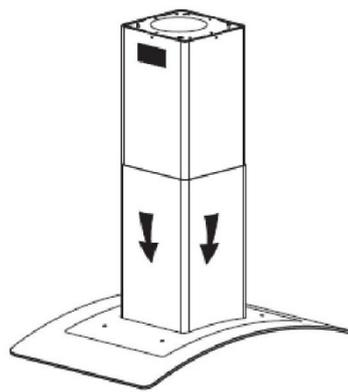

Abb. 7
8. Nachdem Sie sich vergewissert haben, dass alles fest sitzt, lösen Sie die Halterung vom äußeren Abzug und senken Sie diesen ab, siehe Bild 7. Die Montage ist damit beendet.